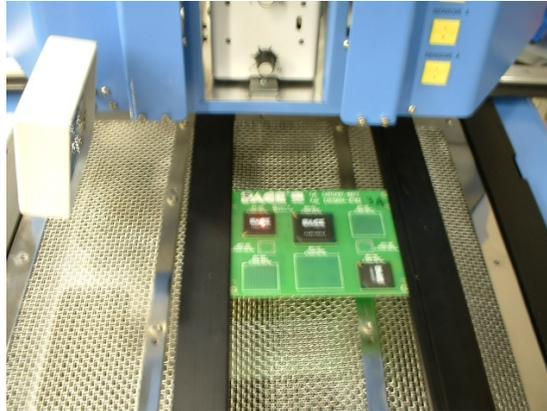

Abbildung 20
- ii. Positionieren Sie die Platte so, dass sich das rote Lasersuchlicht etwa in der Mitte der Steckverbindung befindet. Zum Verschieben der Platte bewegen Sie die Leiterplatte einfach zwischen den Armen vor und zurück. Um die Platte nach links und rechts zu verschieben, drücken Sie den Freigabegriff von sich weg und verschieben die gesamte Einheit. Ziehen Sie den Freigabegriff auf sich zu, um die Einheit wieder zu fixieren. (Abbildung 20)